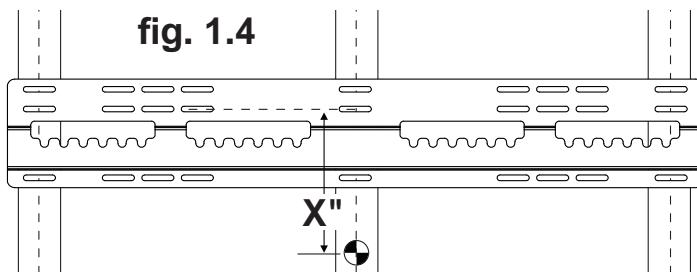

fig. 1.4
1 La plaque murale (A) peut être installée sur trois montants espacés de 16 po. Repérez le bord des montants à l'aide d'un localisateur de montants. L'utilisation d'un localisateur de montants « bord à bord » est fortement recommandée. Après avoir repéré les bords, tracez une ligne verticale le long du centre de chaque montant. Posez la plaque murale sur le mur et utilisez-la comme gabarit. Les fentes de montage supérieures doivent être situées X po au-dessus du centre d'exposition, comme illustré à la figure 1.4 et 1.5. Mettez la plaque à niveau et marquez le centre des six trous de fixation. Veillez à ce que les trous de fixation soient sur la ligne médiane du montant. Percez six trous de 5/32 po (4mm) de dia. et de 2 po (51mm) de profondeur. Veillez à ce que la plaque murale soit de niveau et fixez-la à l'aide de six vis à bois (C) comme illustré à la figure 1.6.
1 Assurez-vous que la plaque murale (**A**) est de niveau et utilisez-la comme gabarit pour marquer l'emplacement des six trous de fixation. Les fentes de montage supérieures doivent être situées X po au-dessus du centre d'exposition, comme illustré à la figure 1.4 et 1.5 en page 23. Percez six trous de 5/16 po (8mm) de dia. à une profondeur minimale de 2,5 po (64mm). Insérez les chevilles d'ancrage (**D**) dans les trous au ras du mur comme illustré (à droite). Posez la plaque murale sur les chevilles d'ancrage et fixez-la à l'aide de six vis à bois (**C**). Assurez-vous qu'elle est de niveau, puis serrez toutes les fixations.